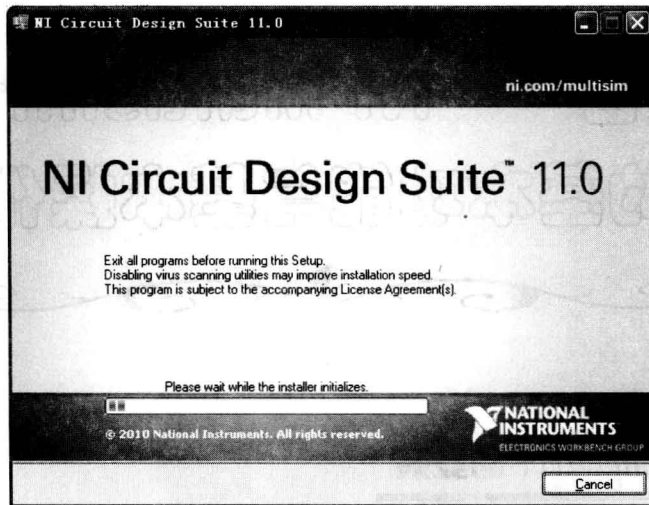

图 1-1-2 NI Multisim11 的安装说明界面
- (1) 单击【Install NI Circuit Design Suite 11.0】选项，出现如图 1-1-2 所示的安装说明界